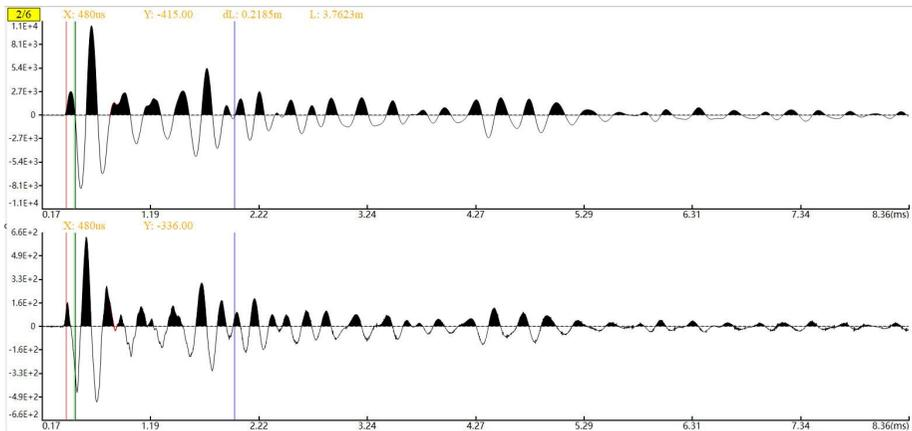

图 3-12 微分
- 微分：对需分析的波形进行微分操作，并显示在分析视图的第二块区域，变化如图 3-12 所示，快捷键为  $\nabla$ 。若该功能被选中，则对基于微分后的数据进行后续分析，可取消选中。